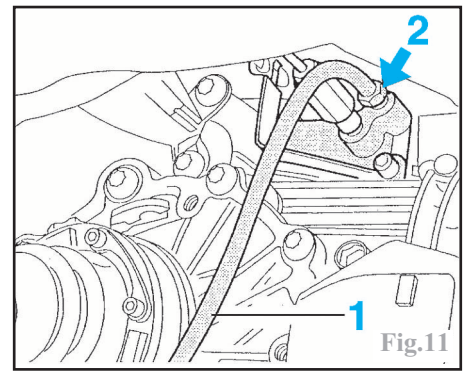

Fig.11
Brancher un tube transparent (1), sur la vis de purge (2), immergé à son extrémité opposée, dans un récipient transparent contenant du liquide de frein préconisé (Fig.11).